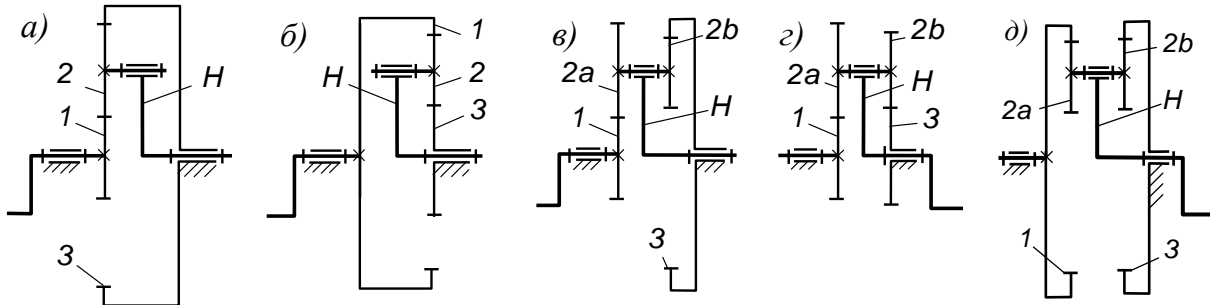
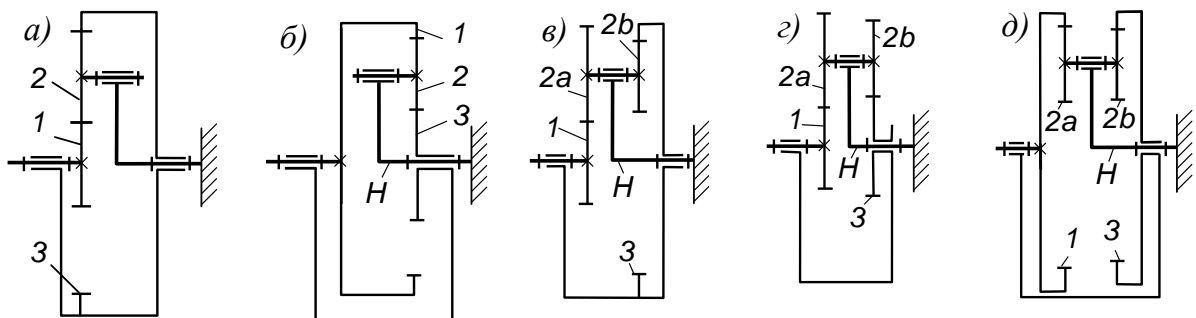

Рис. 3. Планетарные передачи
Рис. 4. Планетарные передачи по рис. 3
Передачи с подвижными осями (планетарные). Схемы простейших планетарных передач показаны на рис. 3, *а*, *б*.
На рис. 3, в), з), д) показаны более сложные планетарные передачи. Сателлит в них состоит из двух зубчатых колёс 2а, 2b и называется двухвенцовым.
В результате перестановки на водило планетарная передача превращается в обыкновенную – с неподвижными осями колёс (рис. 4).
2. По формулам (1), (2) определите передаточное отношение этого механизма в направлении от самого быстроходного звена к самому тихоходному.
4. Начертите схему второго предложенного механизма – планетарной передачи. Схему возьмите с рис. 3 или с наклейки на самой передаче, если таковая есть. На наклейке указаны числа зубьев всех колёс. Проставьте эти числа на схеме. При отсутствии наклейки пересчитайте числа зубьев сами.
5. Изобразите схему механизма после перестановки его на водило (рис. 4). По формуле (2) определите передаточное отношение $u_{1,3}^{(H)}$. По формуле (3) определите $u_{1,H}$. Если вам достался механизм с быстроходным водилом (рис. 3, z, d), то требуемое передаточное отношение $u_{H,1}$ найдёте по формуле $u_{H,1} = 1/u_{1,H}$.